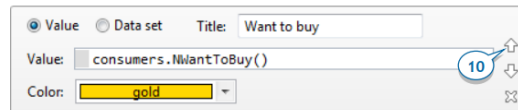

Рисунок 7.8 – На головному екрані
9. На головному екрані виберіть діаграму стеку часу та додайте ще один елемент даних, який буде відображатися разом із діаграмою: *consumers.NWantToBuy()* із заголовком *Want to buy* золотим кольором (рис. 7.8).